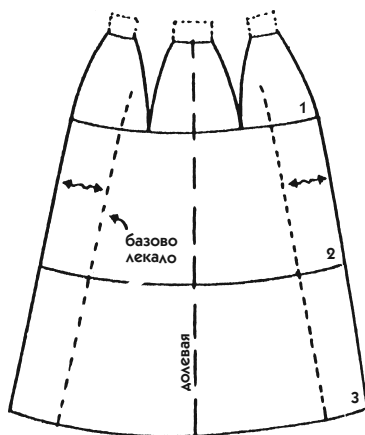

Рис. 788
1. Переснимите базовое лекало нижней юбки, кроме вытачки (пунктирные линии на рис. 788).
- Измерьте полученную ширину на линии талии и уменьшите до необходимой величины, начертив изогнутые линии и построив две вытачки вместо одной (рис. 788).
4. Над линией талии добавьте 3 см и проведите параллельную линию для кулиски (пунктирные линии на рис. 788).